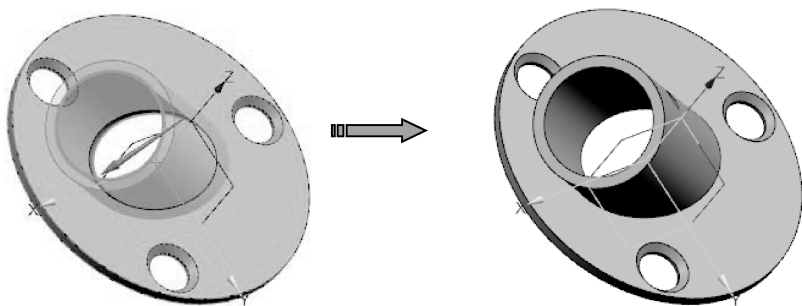

图 3-81 完成管身的修剪
- 13 在确定修剪方向指向管内后，单击对话框中【确定】按钮，完成管身的修剪，如图 3-81 所示。